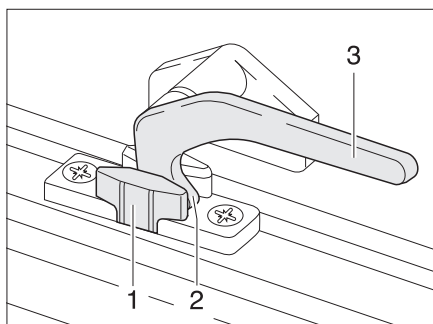

Bild 43 Låsarm i läget "Kontinuerlig väd-ring"
- I läget "Kontinuerlig väd-ring" (Bild 43)
- Sväng låsarmen (Bild 43,3) ett kvarts varv mot fönstrets mitt.
- Sväng låsarmen ett kvarts varv mot fönsterkarmen. Därvid måste låsspaken (Bild 43,2) föras in i spåret på fönsterlåset (Bild 43,1).